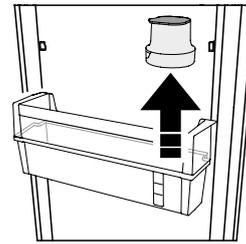

Fig. 4
- Enlevez le filtre du porte-bouteilles suspendu (Fig. 4)